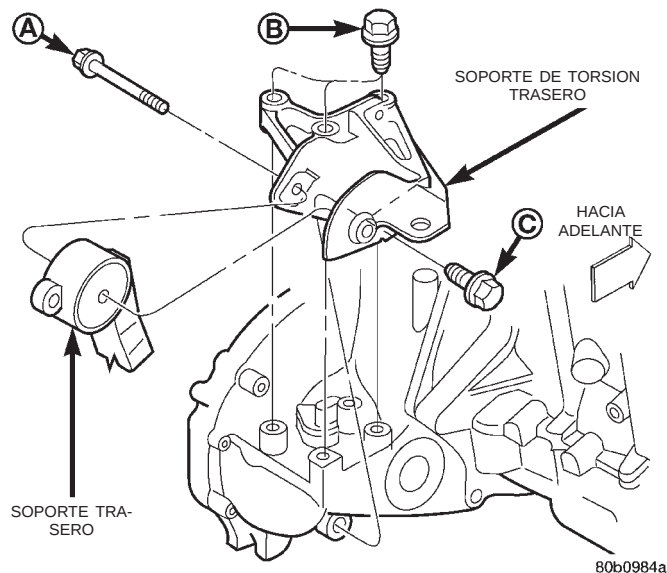

Fig. 14 Montaje del motor—trasero
- (1) Eleve el vehículo sobre un elevador.
- (2) Retire el perno pasante (A) del soporte trasero del motor y la ménsula (Fig. 14).
(4) Instale el perno pasante (A) y apriete con una torsión de 61 N·m (45 lbs. pie) (Fig. 14).
(5) Baje el vehículo.